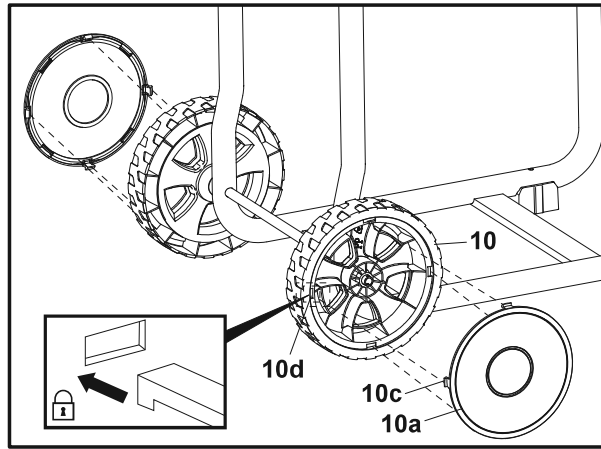

Fig. 3
6. Alinee las cuatro pestañas (10c) con las ranuras (10d) y fije la cubierta (10a) a la rueda (10). Asegúrese de que las pestañas (10c) se acoplan en su sitio (Fig. 3).